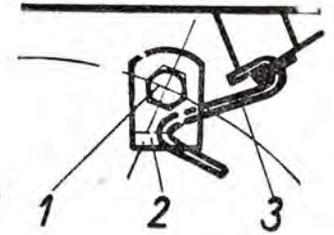

Abb. 147
16. Die Mutter M 10 der Schraube M 10 $\times$ 35, die den Kotflügel an den Flansch der Hinterachsbuchse befestigt, ist abzuschrauben. Auf die Schraube ist der linke Planenhalter (Abb. 147/2) und eine elastische Unterlagscheibe aufzuziehen und mit der Mutter M 10 (Abb. 147/1) ist die Schraube sorgfältig festzuziehen. In gleicher Weise ist bei der Montage des rechten Planenhalters vorzugehen.
17. Die Dichtungsplane ist mit Haken (Abb. 147/3) an die Planenhalter anzuhängen.